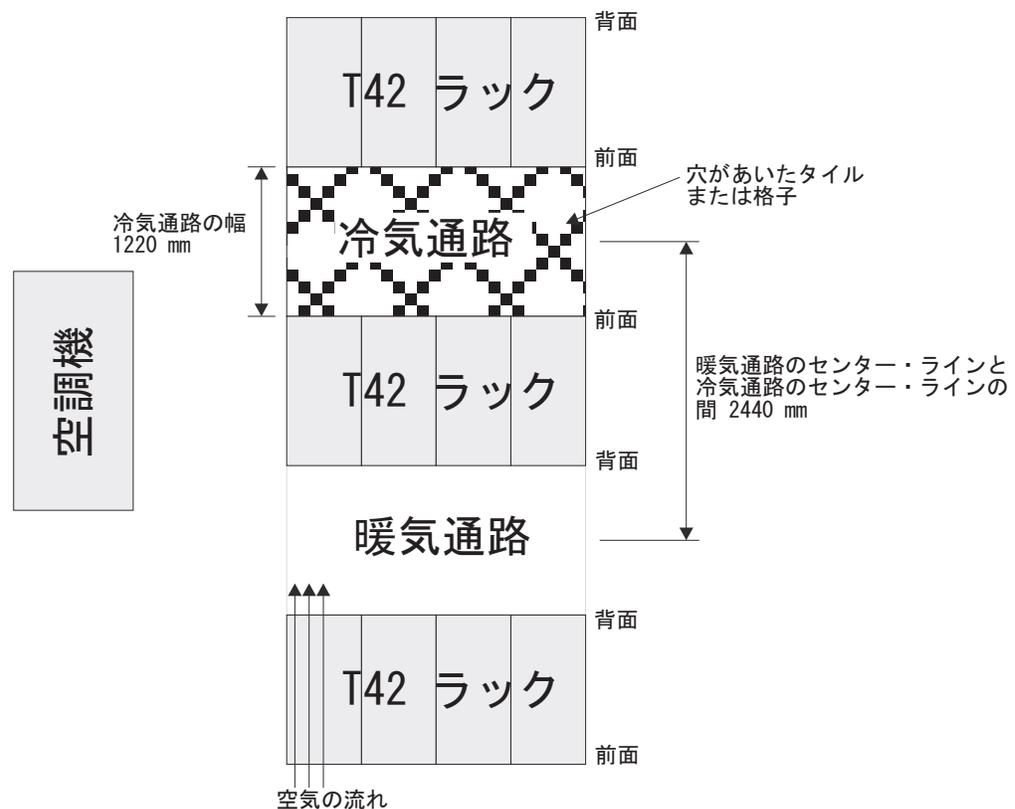

図 11. 冷気通路/暖気通路ラック構成の例
- 空気はラックの前面から入り、背面から出るようにすること。ラックから出る空気が、別の装置の取り入れ口に入らないようにするために、ラックを、背面と背面、あるいは前面と前面を合わせるようにして交互の列に配置する必要があります。この配置方法は「冷気通路/暖気通路」と呼ばれ、32 ページの図 11 にその図を示しました。